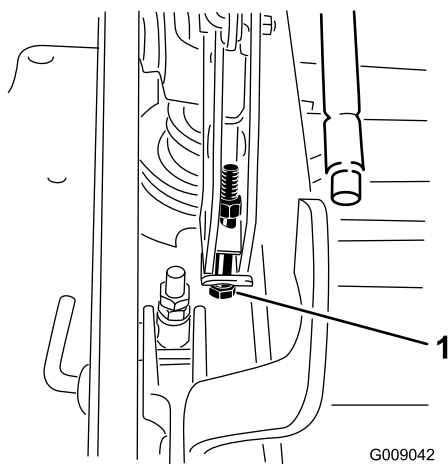

Figure 100
13. Si le plateau est trop bas, serrez le boulon de réglage monopoint dans le sens horaire. Si le plateau est trop haut, desserrez le boulon de réglage monopoint dans le sens antihoraire (Figure 100).